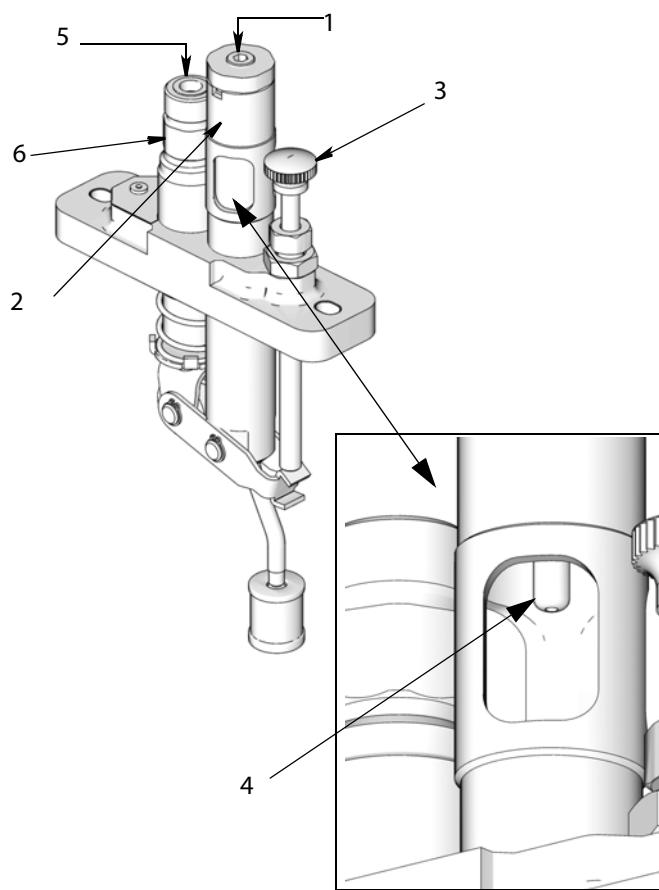

Рис. 4
Модели с подачей всасыванием (Рис. 4)
- Извлеките и выбросьте заглушку смотрового колодца (1) и выпускную заглушку (5).
- Наполните смотровой колодец (2) доверху отфильтрованным маслом.
- Нажимайте на приспособление для ручной заправки (3) до тех пор, пока уровень масла не опустится ниже края трубы капельной подачи (4) (Рис. 4).
- Соедините загрузочную линию со смотровым колодцем (2), стараясь не допустить проникновения резьбового герметика в смотровой колодец.
- Затем выполняйте заправку вручную до тех пор, пока из выпуска (6) не начнет выходить масло без воздуха.
- Если в смотровом колодце (2) закончилось масло, повторяйте шаги 2–8 столько раз, сколько необходимо для удаления воздуха из масла.